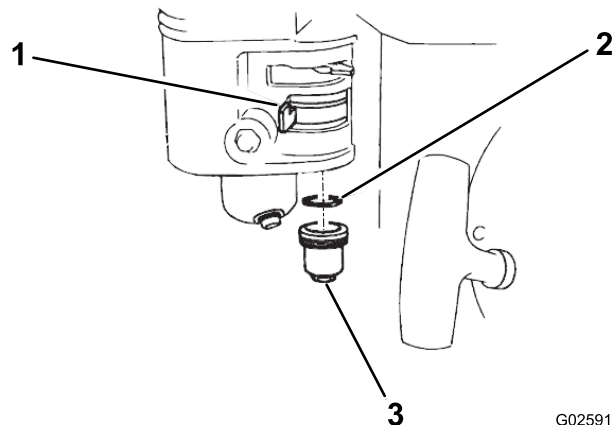

Figura 32
1. Mova a válvula do combustível para a posição Off; de seguida, retire o copo de sedimentos de combustível e o anel de retenção (Figura 32).